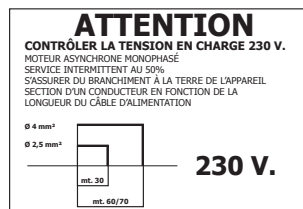

Fig. 1
- La section du cordon d'alimentation doit être proportionnelle à sa longueur, (Fig.1).